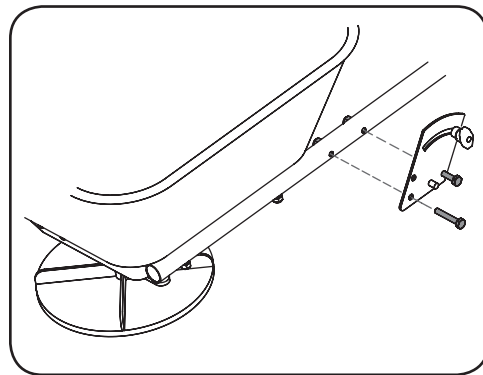

Figura 2-12
- Use dos pernos y tuercas de seguridad M6 x 40 para sujetar la placa de control al lado derecho del chasis. Consulte la Figura 2-12.